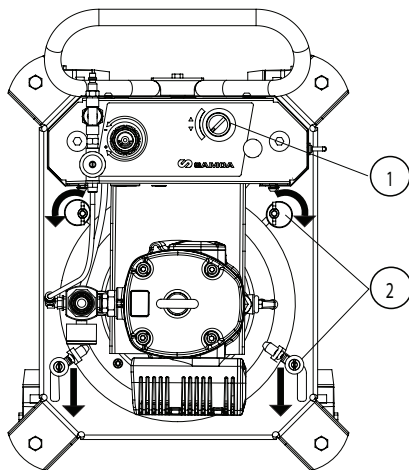

Fig. 6
- Tourner la commande de l'élèveur (pos. 1) (Fig. 6) en position « haute » pour soulever la pompe et le plateau suiveur vers le haut.
- Ouvrez les attaches du seau. (pos. 2) (Fig. 6).